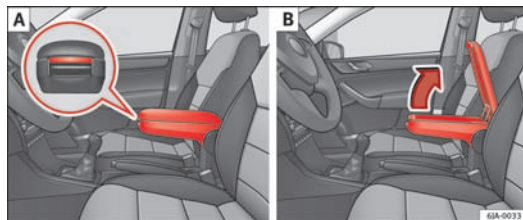

Fig. 71 Armlæn / åbning og lukning af opbevaringsrum
- Tryk på knappen foran på armlænet ⇒ Fig. 71 - [A].
- Løft afdækningen til opbevaringsrummet ⇒ Fig. 71 - [B]. ■